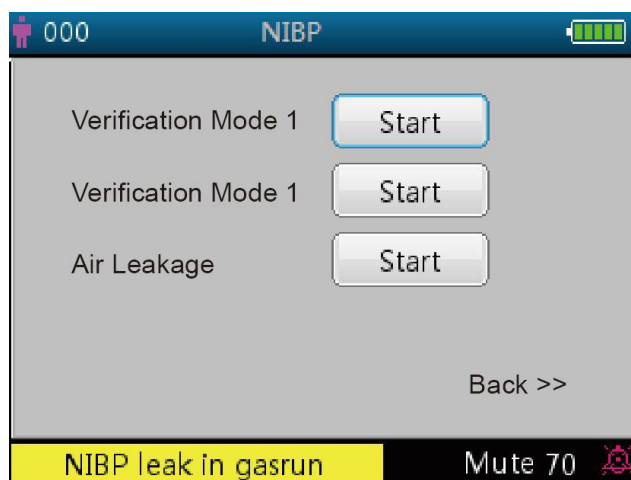

Figure 4.14 Écran de configuration de la vérification de la PNI
- **More >> :** icône permettant d'afficher le bas de la page. Déplacer le curseur sur le dernier élément (« Lock »), puis appuyer sur la touche « Down » (Bas) ▼ pour passer à l'écran de réglage de la vérification de la PNI, comme illustré à la Figure 4.14.